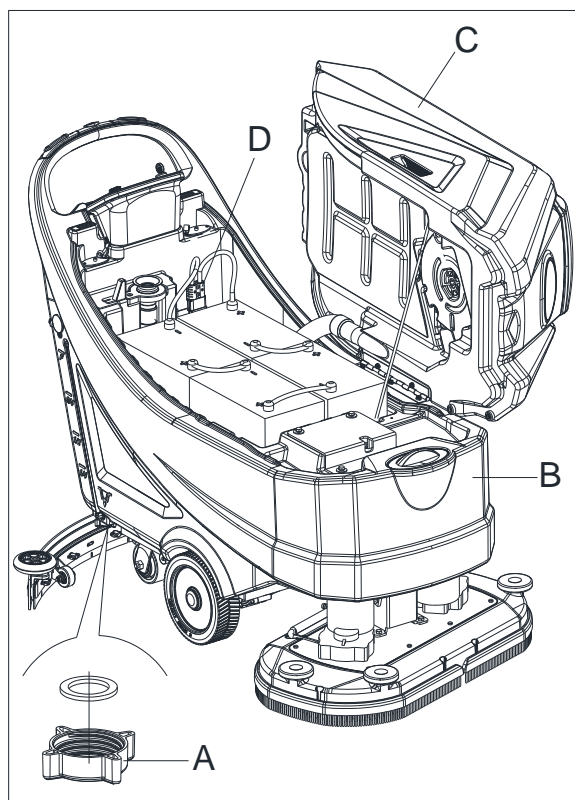

Рис. 18
1. Слейте воду из бака раствора через крышку слива (А, Рис. 18). После эксплуатации промойте бак чистой водой.
4. Слейте воду из бака (В и С, Рис. 18), как показано в предыдущем пункте.